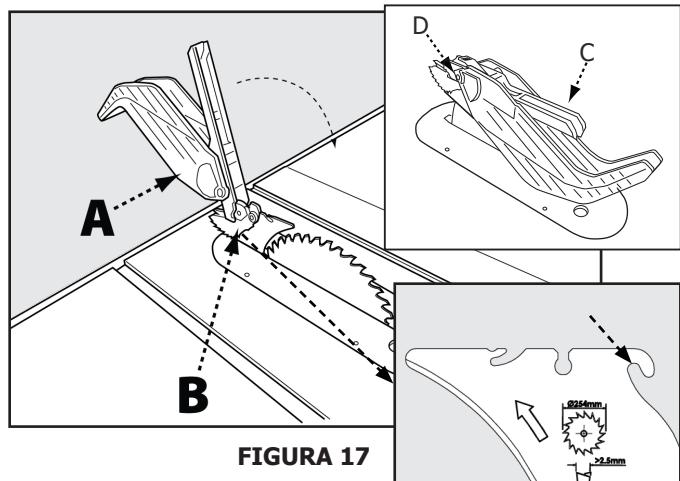

FIGURA 17
1. Al tiempo que sostiene el ensamble de guarda para hoja (A) en posición vertical, enganche el pasador de posicionamiento (B) situado en la parte posterior del ensamble de guarda para hoja dentro de la ranura situada en el borde posterior del separador.
2. Gire el ensamble de guarda para hoja hacia la parte frontal de la sierra hasta que la parte metálica (C) del ensamble de guarda para hoja esté paralelo con la mesa como se muestra en la Figura 17.
3. Al tiempo que sujetla la parte frontal de la parte metálica de la guarda (C) presione la palanca de bloqueo de la guarda para hoja (D) hacia abajo hasta escuchar un chasquido para trabarla en su lugar. Verifique que la guarda esté enganchada al separador jalando de la misma. Si la guarda no está sujetada, la palanca de bloqueo de la guarda para hoja se levantará a la posición de desbloqueo.